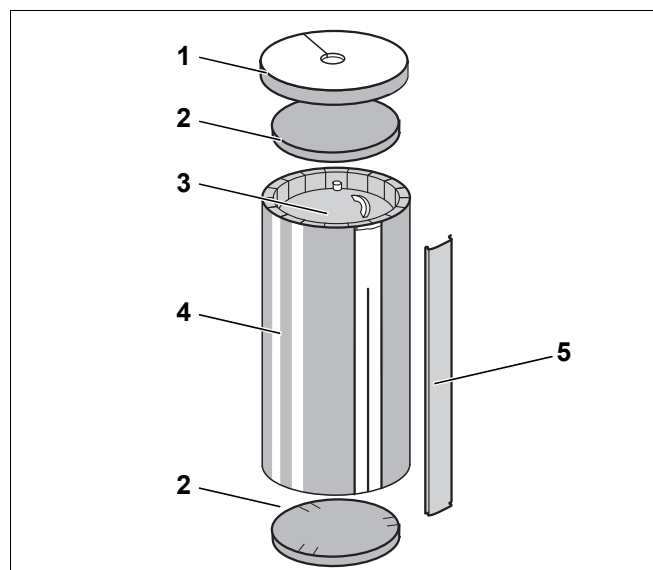

Рис. 1 Бак-накопитель Logalux PL750/1000/1500
- Бак (рис. 1, [3])
- Съёмная обшивка состоит из крышки (рис. 1, [1]) и соединительной планки (рис. 1, [5]).
- Теплоизоляционный мат (рис. 1, [4])
- Верхний и нижний теплоизоляционные круги (рис. 1, [2])